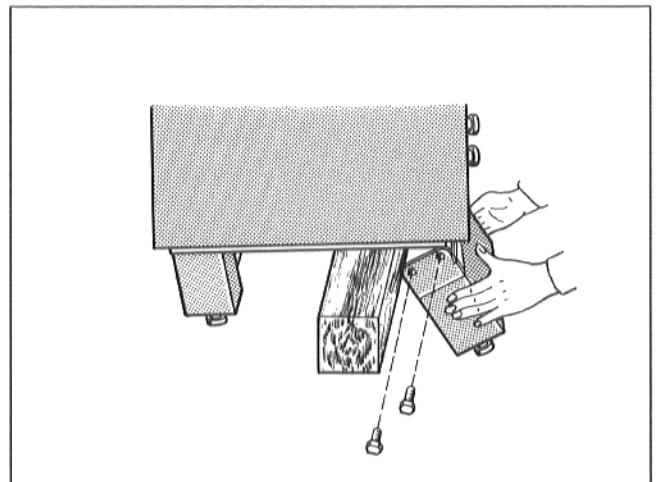

Abb. 2
- Kantholz so verlagern, daß hinteres Unterbauteil an der Kesselunterseite angelegt werden kann (Abb. 2).
- Unterbauteil hinten rechts und links mit je 2 Befestigungsschrauben seitlich an der Bodenschiene anschrauben (Abb. 2).